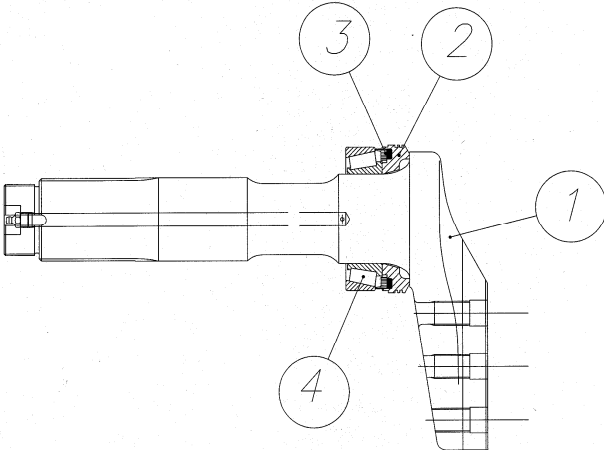

Bild 15.5.
Montera först bricka (2), tätningssring med tätning (3) och lager (4) på verktygsaxeln (1). Fettpacka lagret väl efter montage på axeln. Se bild 15.5.